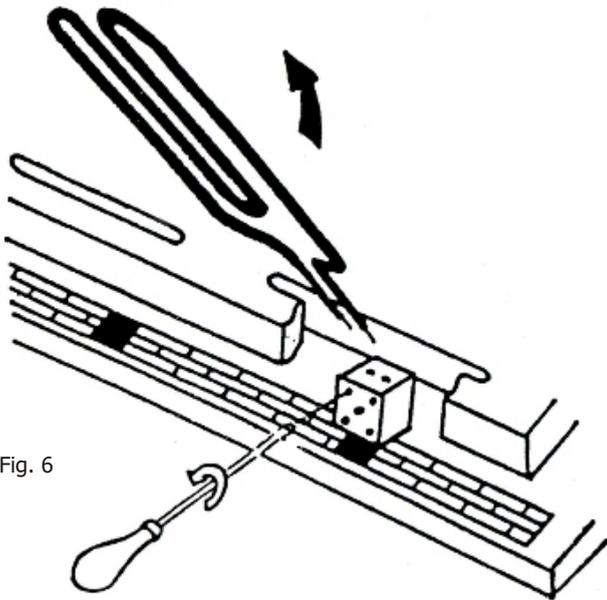

Fig. 6
- Démonter une résistance, maintenue par ses deux bornes dans le domino de raccordement en partie basse. Fig 6